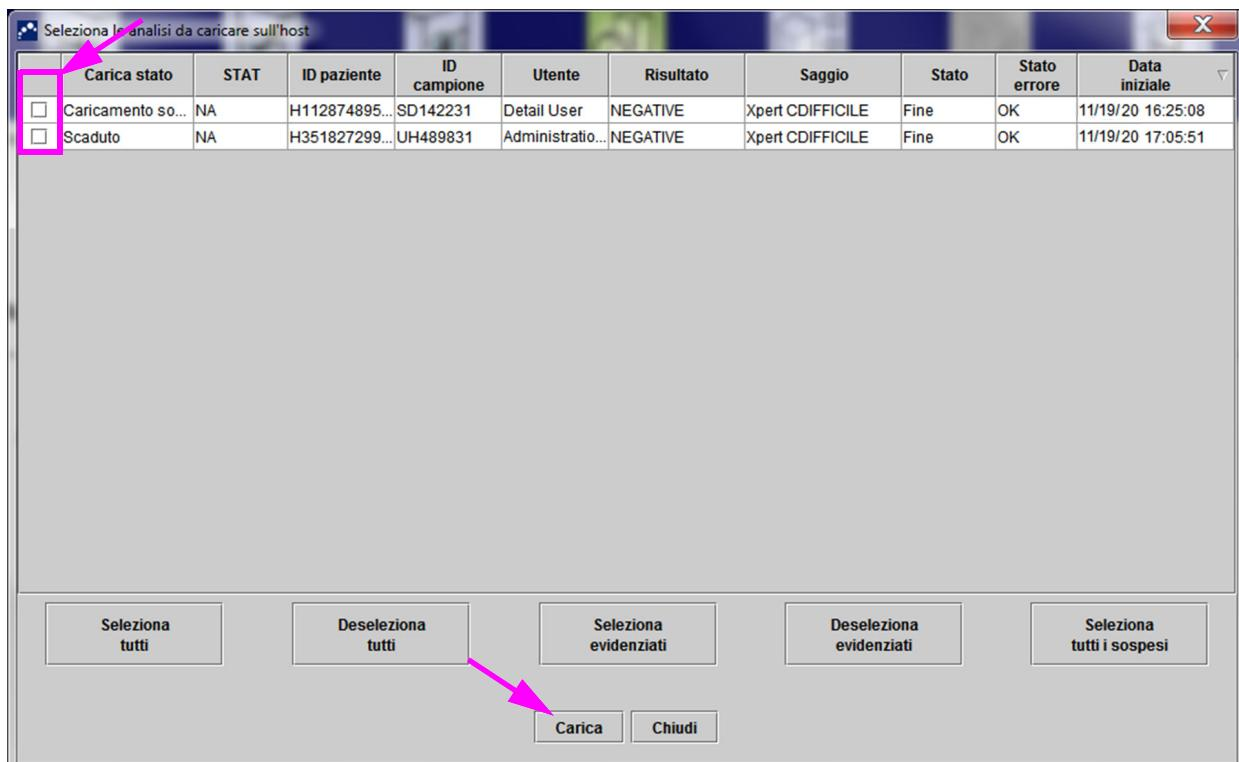
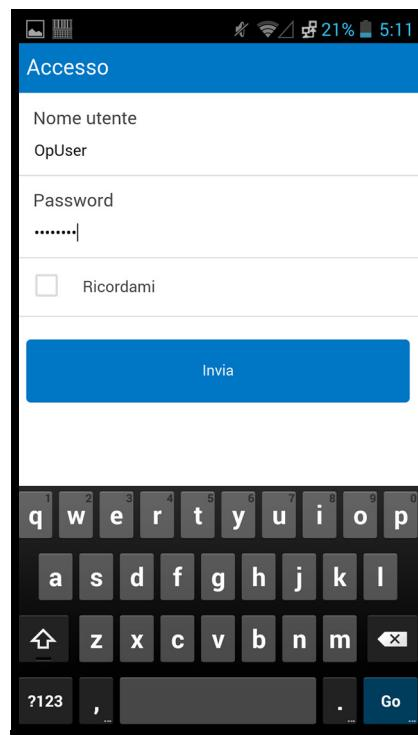

Figura 5-100. Finestra Selezione le analisi da caricare sull'host
Figura 5-101. Schermata di login del lettore di codici a barre Cepheid Link
3. Accedere al lettore di codici a barre Cepheid Link utilizzando il nome utente e la password assegnati (vedere la Figura 5-100). Comparirà la schermata Scan Sample (Esegui la scansione del campione). Vedere la Figura 5-101.
- 1) Toccare l'area **Codice a barre** della schermata (vedere la Figura 5-101). Comparirà una tastiera (vedere la Figura 5-104) che consente di immettere manualmente l'ID del campione.
- Se invece l'appaiamento non va a buon fine, comparirà la schermata rossa con una x bianca, accompagnata da un messaggio di errore (vedere la Figura 5-107 per un esempio). Toccare il pulsante **Ok** per ritornare alla schermata Scansione cartuccia. Il lettore di codici a barre ritornerà alla schermata Scansione campione (vedere la Figura 5-101).
- Sul lettore di codici a barre comparirà la schermata Confirmation (Conferma) (vedere la Figura 5-109), se le aliquote non sono richieste e se è abilitata l'opzione Conferma, oppure ritornerà alla schermata Scansione campione (vedere la Figura 5-101).
- Toccare **Ricomincia** per non eseguire la scansione dell'aliquota e ritornare alla schermata Scansione campione. Vedere la Figura 5-101. Dopo aver toccato il pulsante **Ricomincia** comparirà una schermata di conferma.
- Se il saggio è impostato per aliquote ma il campione non è stato suddiviso in aliquote, toccare **Salta** per saltare la scansione di un'aliquota. Sul lettore di codici a barre comparirà la schermata Conferma (vedere la Figura 5-109), se le aliquote non sono richieste e se è abilitata l'opzione Conferma, oppure ritornerà alla schermata Scansione campione (vedere la Figura 5-101).
- Toccare **Ricomincia** per non eseguire la scansione dell'aliquota e ritornare invece alla schermata Scansione campione (vedere la Figura 5-101). Dopo aver toccato il pulsante **Ricomincia** comparirà una schermata di conferma.
7. **(Facoltativo)** Sul lettore di codici a barre comparirà la schermata Conferma (vedere la Figura 5-109), se abilitata, oppure ritornerà alla schermata Scansione campione (vedere la Figura 5-101).
8. Se compare la schermata Conferma, toccare **Ricomincia** per andare alla schermata Scansione campione. Vedere la Figura 5-101.
10. Una volta eseguita la scansione di tutti i campioni e tutte le cartucce, disconnettersi da Cepheid Link. Accedere al menu del lettore di codici a barre toccando l'icona del menu nel menu a discesa (vedere la Figura 5-101). Verrà visualizzato il menu del lettore di codici a barre. Vedere la Figura 5-110.
12. Nella finestra di dialogo Disconnessione, toccare OK per disconnettere il lettore di codici a barre (vedere la Figura 5-111). Comparirà la schermata Accesso. Vedere la Figura 5-100.